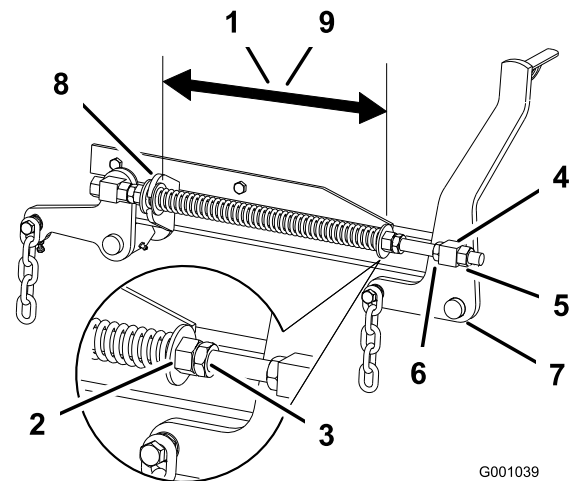

Figure 86
26,7 cm pour les plateaux de coupe de 152 cm (Figure 86).
3. Réglez cette distance en desserrant l'écrou de blocage du ressort et en tournant l'écrou devant chaque ressort (Figure 86). Tournez l'écrou dans le sens horaire pour raccourcir le ressort, et dans le sens inverse pour l'allonger.
4. Bloquez l'écrou en position en serrant l'écrou de blocage du ressort (Figure 86).